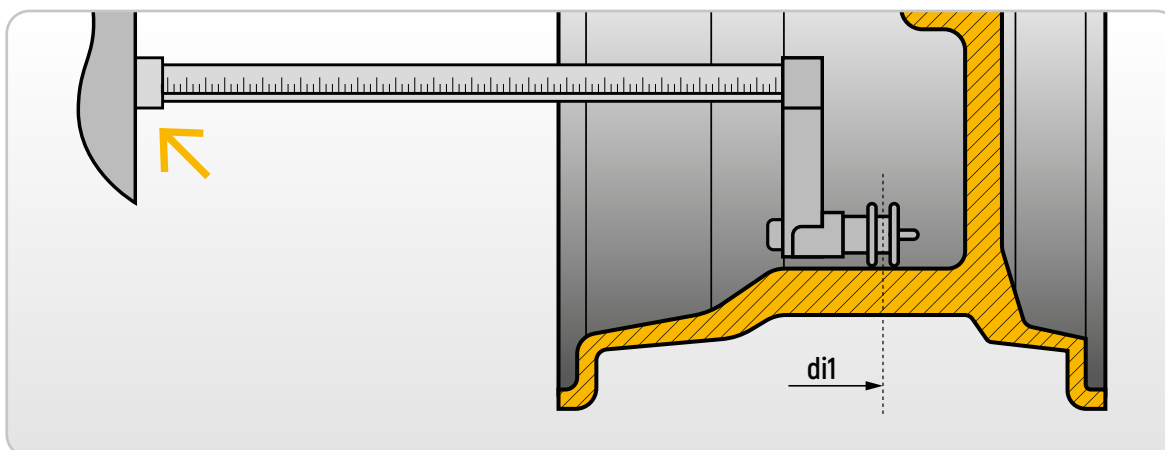

Figura 6.5 Leitura Manual da distância da roda no Tipo de programas ALS1 e ALS2
6. Retire o sensor de distância e coloque-o na face escolhida para o peso externo, como indicado na **Figura 6.5**.